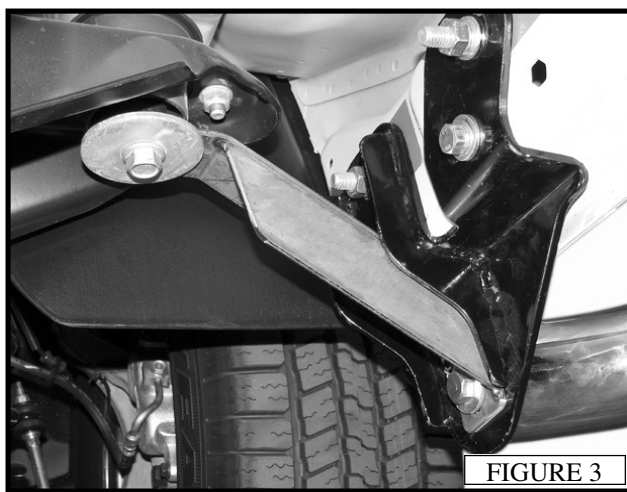

FIGURE 3
5. Attach the passenger side mounting bracket to the installed stud plates using (2) M12 flat washers, (2) M12 lock washers, and (2) M12 hex nuts. Do not tighten at this time. (FIGURE 3)
6. Rotate the second to front M12 bolt/ M10 nut plate so the nut lines up with the rocker panel hole, and mounting bracket slot. Attach with (1) M10 bolt with (1) M10 flat washer, and (1) M10 lock washer. Do not tighten at this time. (FIGURE 3)
10. Take the passenger side step bar and attach to the front support and front mounting bracket using (1) 1/2" hex head bolt, (1) 1/2" lock washer and (1) 1/2" flat washer (FIGURE 3) do not fully tighten at this time.
11. Attach the step bar to the center and rear mounting brackets, align the slots in the mounting brackets with the step bar riv nuts. **NOTE: On CREW CAB models the rear bracket will attach to the last set of riv nuts, ON QUAD CAB models the second to the last set of riv nuts are used.** Attach using (4) M10 button head screws (4) M10 toothed lock washers, and (4) M10 flat washers. Use the extra M10 button head screws and install the in the unused riv nuts to prevent corrosion. Do not fully tighten at this time.
5. Fixer le support de montage côté passager aux plaques à goujon installées en utilisant (2) M12 rondelles plates, (2) M12 rondelles-frein et (2) M12 écrous hexagonaux. Ne pas serrer à cet instant. (FIGURE 3).
6. Faire tourner la deuxième depuis l'avant plaque à M12 boulon/ M10 écrou pour que l'écrou s'aligne avec le trou du bas de caisse et la fente du support de montage. Fixer avec (1) M10 boulon, (1) M10 rondelle plate et (1) M10 rondelle-frein. Ne pas serrer à cet instant. (FIGURE 3).
10. Prendre la barre marchepied côté passager et fixer le support avant et le support de montage avant en utilisant (1) 1/2" boulon à tête hexagonale, (1) 1/2" rondelle-frein et (1) 1/2" rondelle plate (FIGURE 3). Ne pas serrer complètement à cet instant.
11. Fixer la barre marchepied aux supports de montage centraux et arrières. Aligner les fentes dans les supports de montage avec les rivets-écrous de la barre marchepied. **REMARQUE : sur les modèles à DOUBLE CABINE, le support arrière va être fixé aux derniers sets de rivets-écrous. Sur les modèles à CABINE CARREE, l'avant-dernier set de rivets-écrous est utilisé.** Fixer en utilisant (4) M10 vis à tête bouton, (4) M10 rondelles-frein dentées et (4) M10 rondelles plates. Utiliser les M10 vis à tête bouton supplémentaires et les installer dans les rivets-écrous inutilisés pour éviter la corrosion. Ne pas serrer complètement à cet instant.